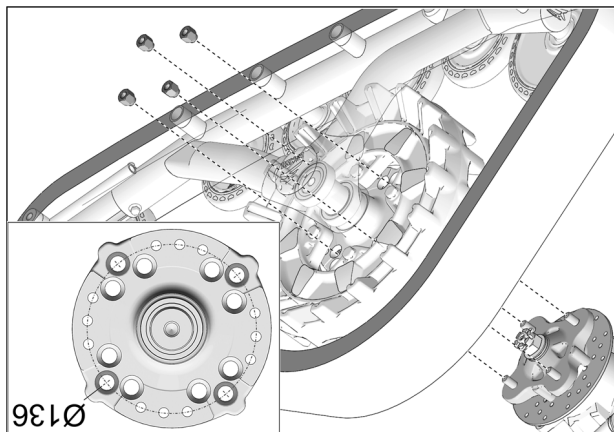

Fig. 9
9. Fixer le système de traction au moyen de roue arrière. Utiliser le cercle de perçage de  $\text{Ø}136\text{mm}$  et les écrous de roue d'origine du véhicule. Voir Fig. 9